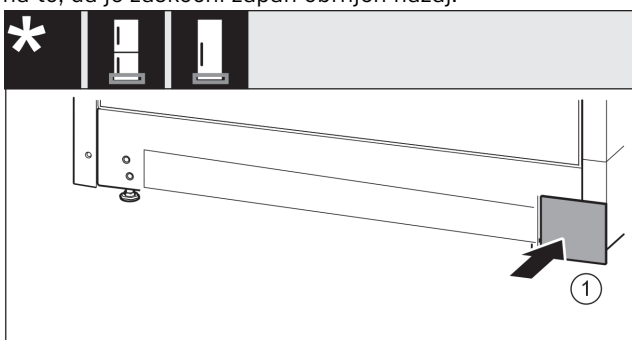

Fig. 17
- Pokrov Fig. 17 (1) ponovno namestite na drugi strani.